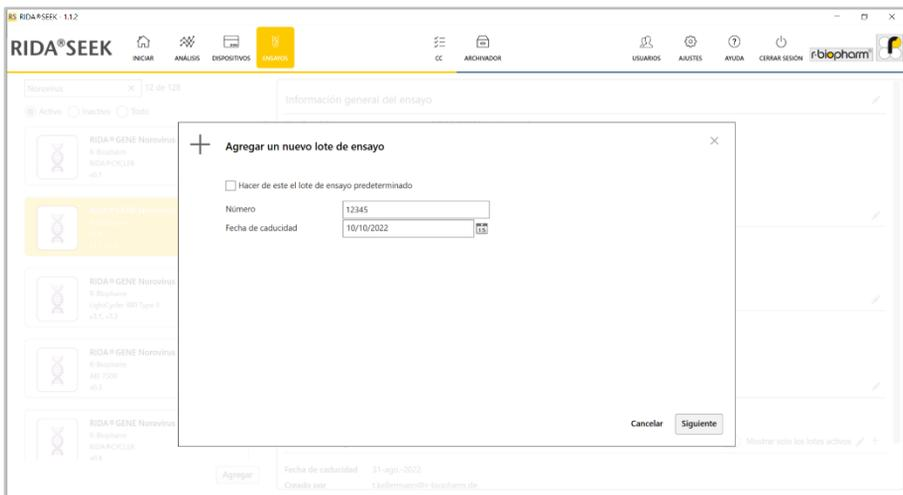
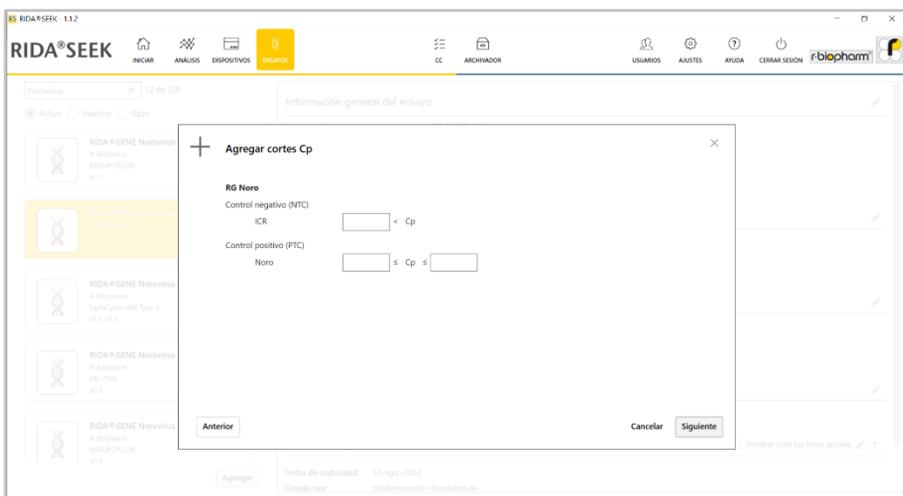
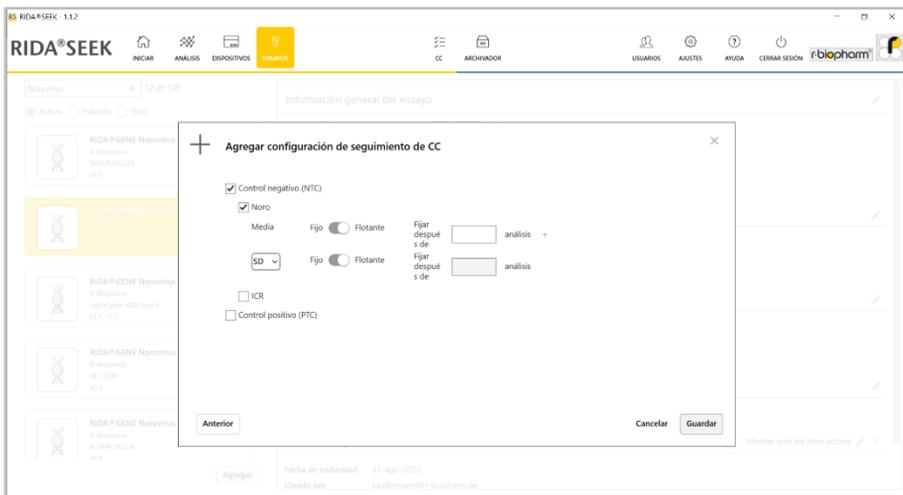

Figura 13: Módulo ENSAYOS: Agregue información para un nuevo lote de ensayo.
Figura 14: Módulo ENSAYOS: Información para un nuevo lote de ensayo, valores de corte Cp dependientes del lote (si es aplicable para el ensayo).
Figura 15: Módulo **ENSAYOS**: Información para un nuevo lote de ensayo, seguimiento del CC.
Además del número de lote y la fecha de caducidad (figura 13), se pueden configurar los valores de corte de Cp dependientes del lote (si son aplicables al ensayo) (figura 14) y el seguimiento de control de calidad (CC) (figura 15) (véase la sección **6 Control de calidad en RIDA®SEEK**). Si el ensayo lo requiere, se pueden definir puntos de corte (como los puntos de corte de Cp) para cada objetivo por separado. Dependiendo del ensayo, los valores de corte se rellenan previamente o no y se pueden editar o no.